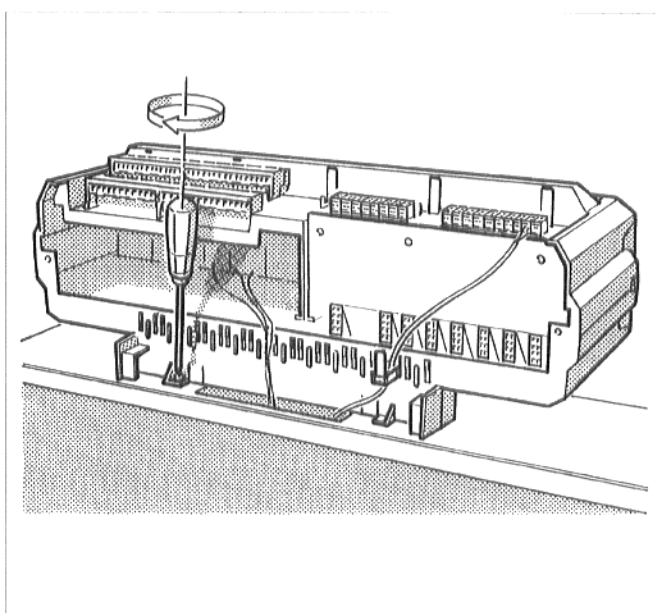

Рис. 9. Укрепление регулятора
- Закрепить регулятор на колпаке котла, двумя винтами, в задних угольниках кабельного ввода (рис. 9).